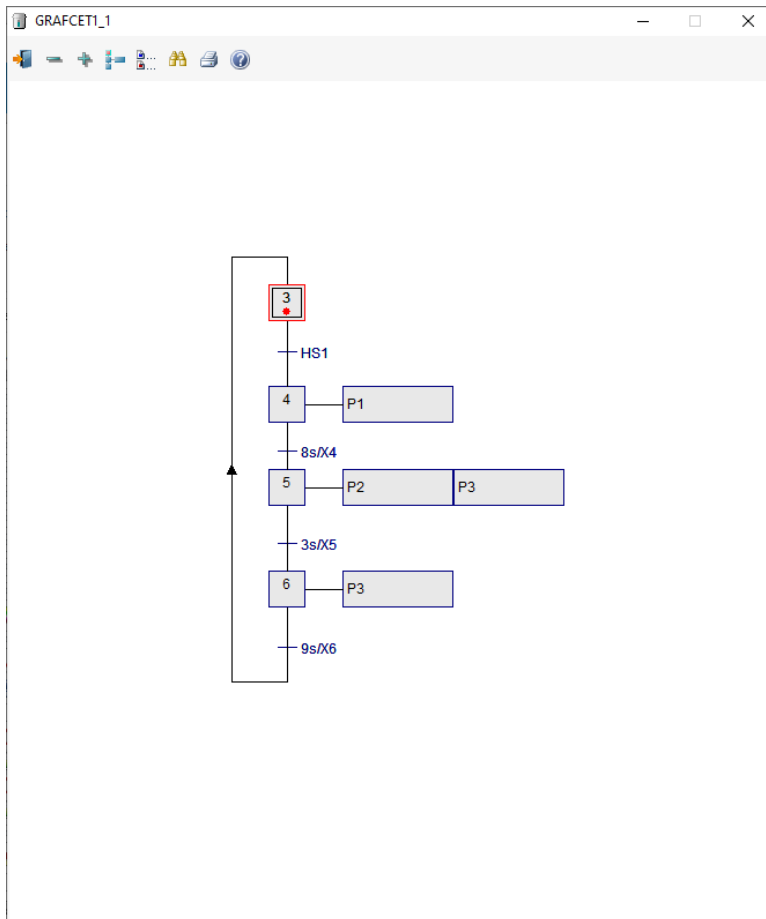

ABBILDUNG 14 AKTIVIERTER GRAFCET-PLAN IN DER GRAFCET-ANSICHT
Der Plan aus **Abbildung 14** steht im Initialisierungsschritt (14) und wartet bei der Transitionsbedingung, dass das Signal *S1* auf 1 (High) geht.